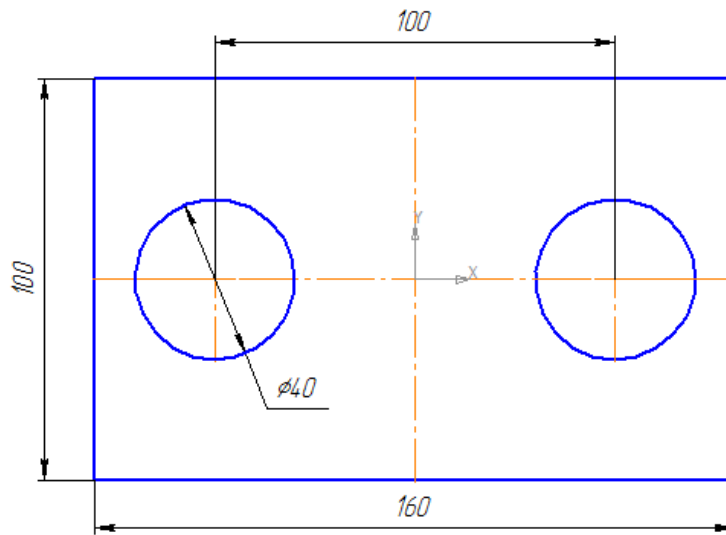

Рис. 17
- если отверстие одно, то щелчком ЛКМ зафиксируйте фантом строящегося размера (рис. 17);